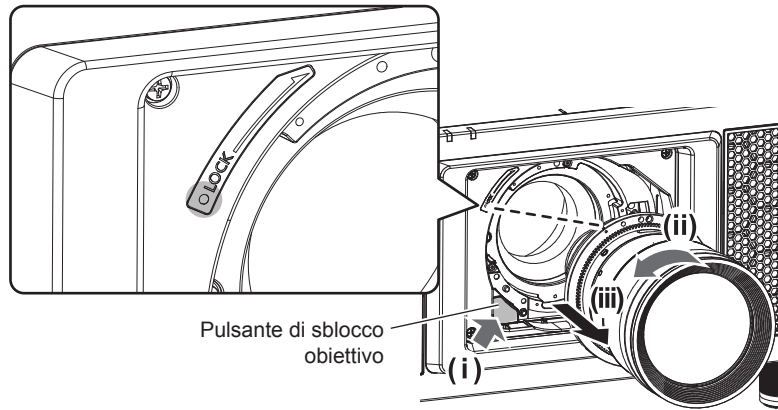

Fig. 1
2) Rimuovere l'obiettivo di proiezione ruotandolo in senso antiorario mentre si preme il pulsante di rilascio dell'obiettivo. (Fig. 1)